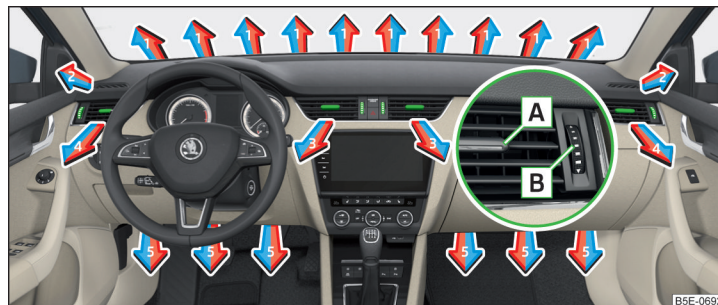
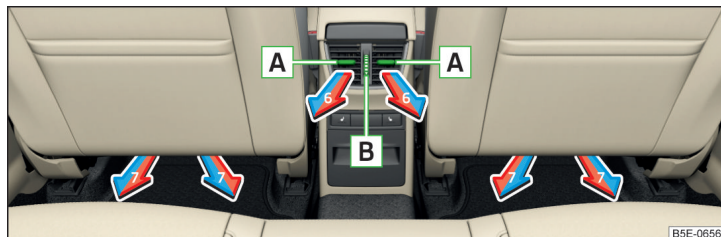

Fig. 157 Diffuseurs d'air avant
Fig. 158 Diffuseurs d'air arrière
Les diffuseurs d'air **3**, **4** » fig. 157 et **6** » fig. 158 offrent la possibilité de modifier la direction du débit de l'air et peuvent s'ouvrir et se fermer séparément.
Le réglage du sens du flux d'air est effectué en déplaçant l'élément de réglage **A** » fig. 157 ou » fig. 158 dans la direction souhaitée.
- Pour ouvrir, tournez le régulateur **B** -- ou » fig. 157 ou » fig. 158 vers le haut.
- Pour fermer, tournez le régulateur **B** » fig. 157 ou » fig. 158 vers le bas.
Réglage de la direction du débit d'air	Diffuseurs d'air » fig. 157 et » fig. 158